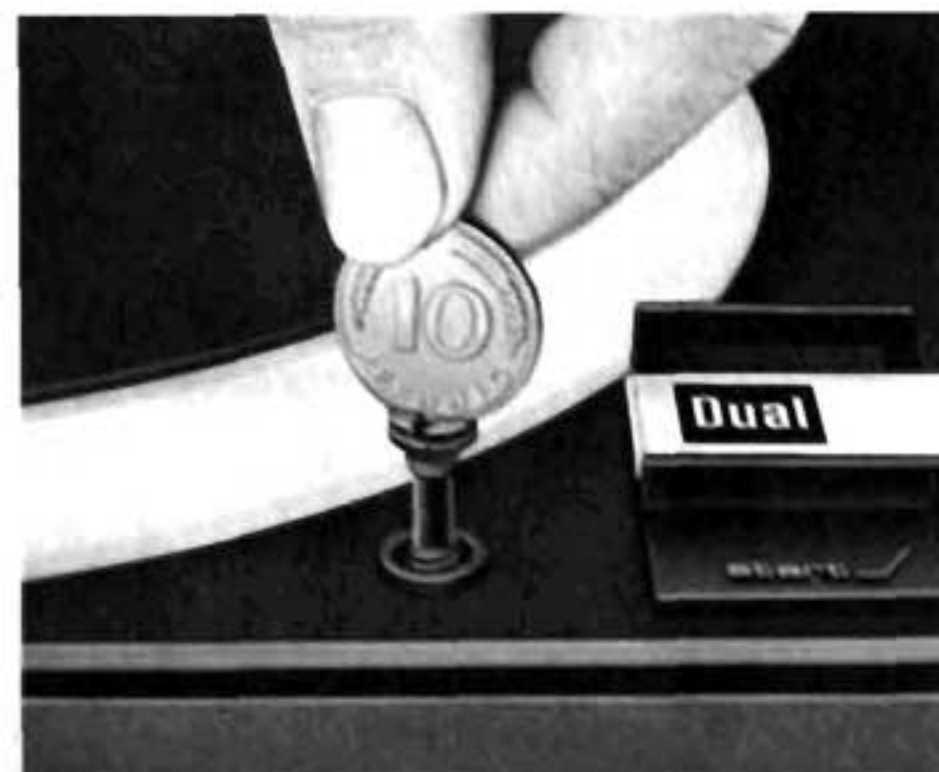
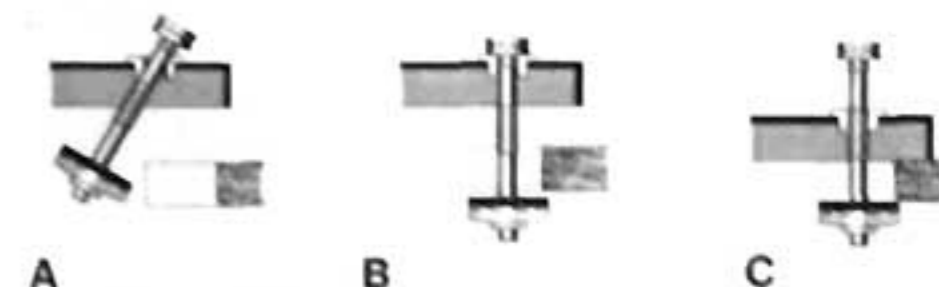

Fig. 1
Fig. 2
Entfernen Sie die mit einem roten Streifen markierte Sicherungsschraube des Plattenspielers und lösen Sie die Transportsicherungsschrauben (17) durch Drehen im Uhrzeigersinn (Fig. 1), bis sie ca. 15 mm tiefer rutschen. Entfernen Sie die Schutzsegmente des Plattentellers und ziehen Sie die Transportsicherungsschrauben – durch Weiterdrehen im Uhrzeigersinn – fest. Damit ist der Plattenspieler für die Spielstellung federnd gelagert (Fig. 2 B).
Veillez enlever l'emballage et les feuilles protégeant le plateau pendant le transport. Lisez la fiche d'indications avant de la retirer. Retirez la vis de sécurité repérée par un trait rouge sur la platine et dévissez les vis de sécurité pour le transport (17) (Fig. 1) en tournant dans le sens horaire jusqu'à ce qu'elles s'enfoncent d'environ 15 mm. Retirez les segments de protection du plateau et serrez les vis de sécurité en continuant à tourner dans le même sens. Maintenant, la platine, ainsi fixée dans sa suspension élastique, est prête à fonctionner (Fig. 2 B).
Remove the safety screw of the turntable (marked by a red stripe) and loosen the transit safety screws (17) by turning them clockwise (Fig. 1) until they slide downward (about 15 mm) releasing the chassis from the base. Remove the securing pads between the chassis and the platter. Then continue turning the safety screws clockwise to tighten the screws. The turntable is now in spring-supported position required for play position (Fig. 2 B).
Aanwijzingen op het apparaat volgen en deze daarna met de verpakkingfolie verwijderen. Verwijder de met een rood label gemerkte beveiligingsschroef van de platenspeler en draai de transportschroeven (17) kloksgewijs los (Fig. 1) tot ze ca. 15 mm naar beneden vallen. Verwijder de beschermsegmenten van het plateau en draai de transportschroeven vast door ze kloksgewijs verder te draaien (Fig. 2 B).
Teneinde de transport-borgschroeven (Fig. 1) los te draaien, draait U deze rechtsom naar beneden, tot ze ca. 15 mm naar beneden vallen. Daarna nog weer even verder draaien, waardoor ze vastgezet worden (Fig. 2 B).
Separe el tornillo de seguridad del tocadiscos marcado con una tira de color rojo y afloje los tornillos de seguridad para el transporte (17) (Fig. 1) girándolos en sentido de las manecillas del reloj hasta que caigan aproximadamente 15 mm. Separe luego segmentos de fijación del plato y apriete los tornillos de seguridad para el transporte girándolos otra vez en sentido de las manecillas del reloj. De esta forma queda el tocadiscos suspendido elásticamente, es decir en posición de funcionamiento (Fig. 2 B).
Avlägsna den med röd remsa markerade låsskruven på skivspelaren. Lossa transportsäkringsskruvarna (17) (Fig. 1) genom att vrida dem medurs tills de "faller ner" cirka 15 mm. Fortsätt därefter att skruva i samma riktning så långt det går. Avlägsna plastsegmenten under skivtallriken. Härmed är skivspelaren fjädrande upphängd (Fig. 2 B).